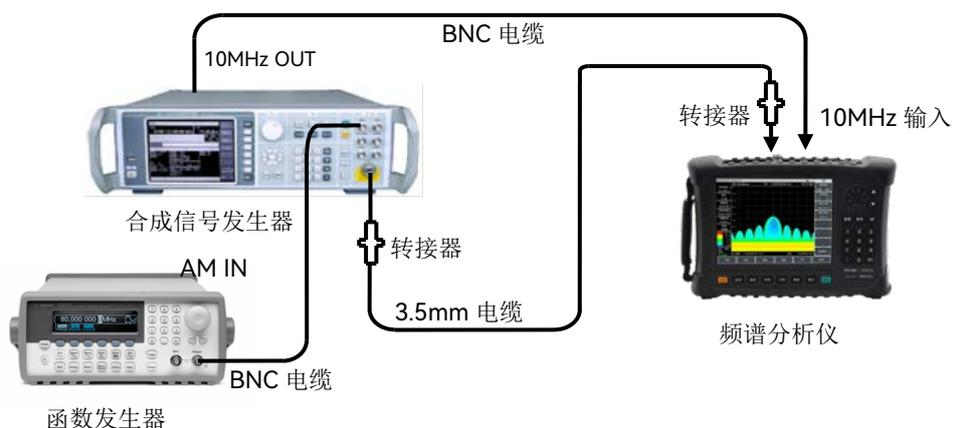

图 12-6 扫描时间准确度测试设置
- 1) 如图 12-6 连接测试设备，函数发生器的输出接到信号发生器的调幅输入端，信号发生器的射频输出接到待测频谱分析仪的射频输入端，合成信号发生器为频谱分析仪提供频率参考；